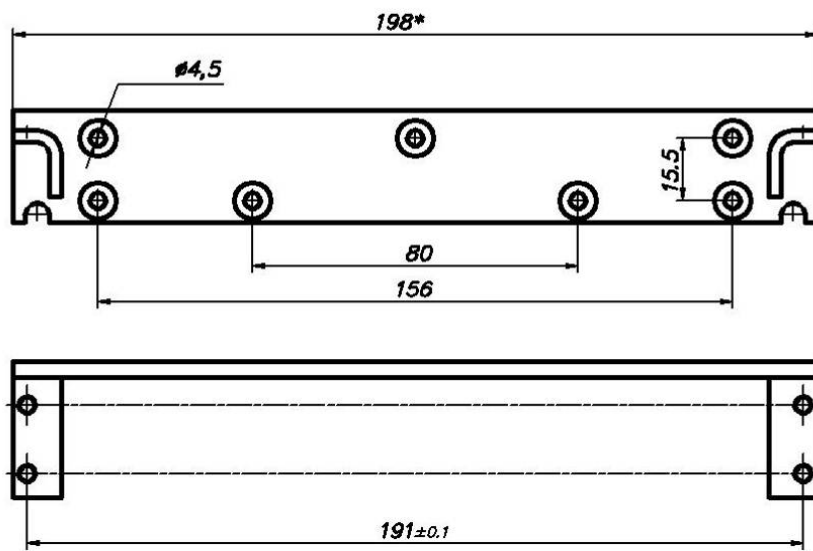

Рис. 4
6.3 Габаритно-установочные размеры кронштейнов показаны на рис. 4.